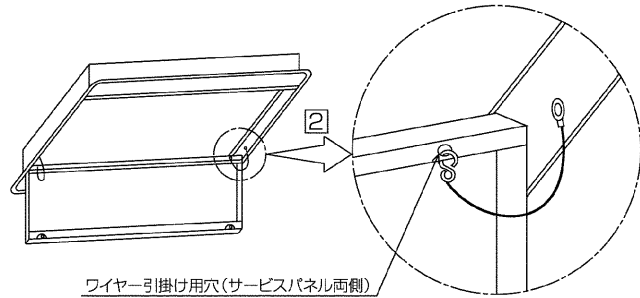

図14
- ※ 不慮の落下事故を防止するため、必ず落下防止用ワイヤーをサービスパネルの両端の穴に引掛けてください。(図14)